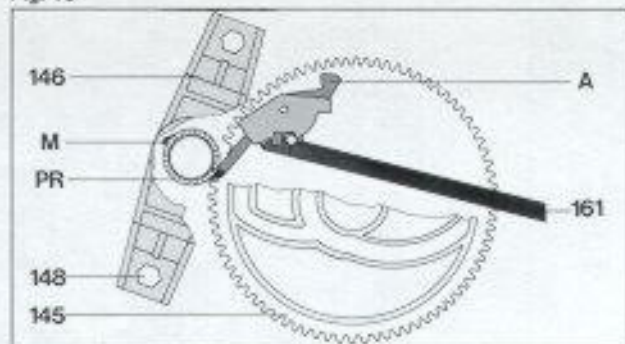

Fig. 16
Nach Abnehmen der Rastplatte 69 (nach vorne drücken und am hinteren Rand zuerst hochklappen) wird die Justierschraube (A) zugänglich. Wenn die Abtastnadel zu weit innen oder außen auf der Schallplatte aufsetzt, drehen Sie die Justierschraube (A) entsprechend nach rechts oder links (Fig. 16).